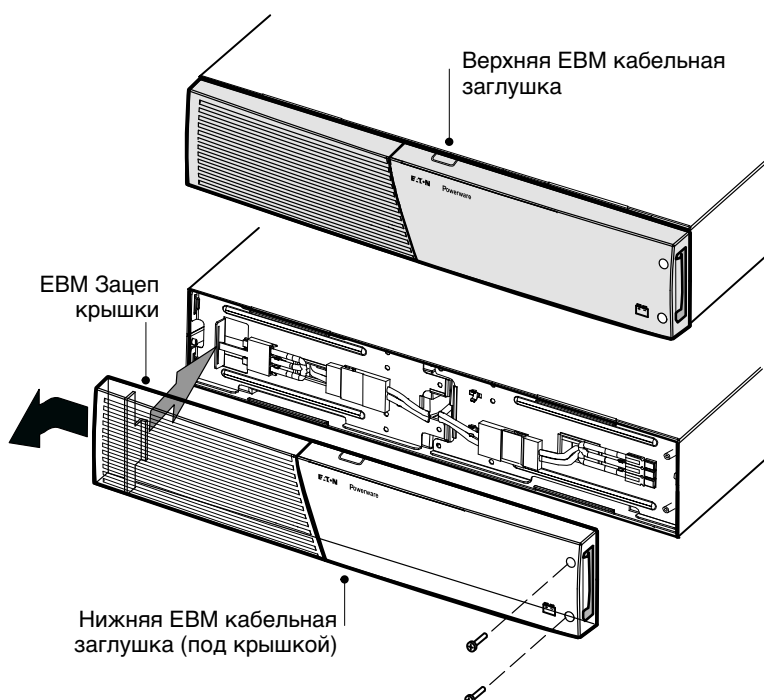

Рисунок 12. Снятие передней ЕВМ крышки
2. Снимите переднюю крышку каждого ЕВМ (см. Рисунок 12).
3. Для нижней части (или только) ЕВМ снимите кабельную заглушку ЕВМ в верхней части передней ЕВМ крышки. Расположение верхней кабельной заглушки Рисунок 12 см. на ЕВМ.
- Если вы устанавливаете несколько ЕВМ, для каждого дополнительного ЕВМ снимите кабельную заглушку ЕВМ в верхней и нижней части передней крышки ЕВМ. Расположение кабельных заглушек Рисунок 12 см. на ЕВМ.
Перед установкой крышки на место убедитесь, что кабели ЕВМ проложены через заглушки в крышке ЕВМ, затем подвиньте крышку слева направо до соединения с зацепом для крышки в левой части шкафа ЕВМ. Вверните на место два винта с правой стороны передней крышки. Для справки см. Рисунок 12 на странице 18.